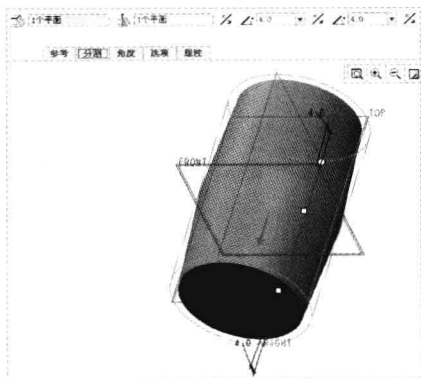

图 6-39 调整方向
Step 05 在“拔模”选项卡的“角度 1”和“角度 2”数值框中分别输入 4, 并单击“反向”按钮, 调整方向, 如图 6-39 所示。